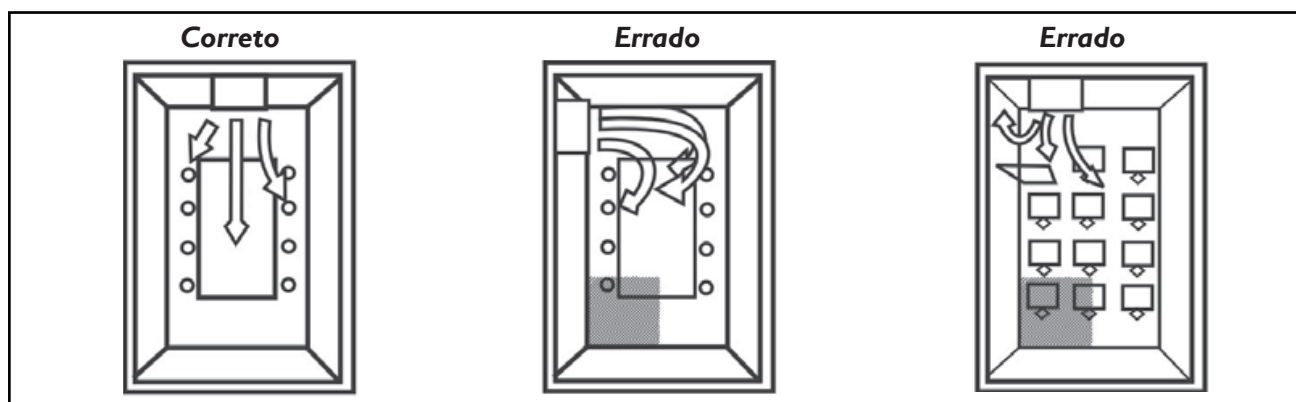

FIGURA 6 - POSICIONAMENTO DA UNIDADE EVAPORADORA NO AMBIENTE
- Instalar a evaporadora onde ela fique livre de qualquer tipo de obstrução da circulação de ar tanto na descarga como no retorno de ar. A posição da evaporadora deve ser tal que permita a circulação uniforme do ar em todo o ambiente, veja exemplo na figura 6.